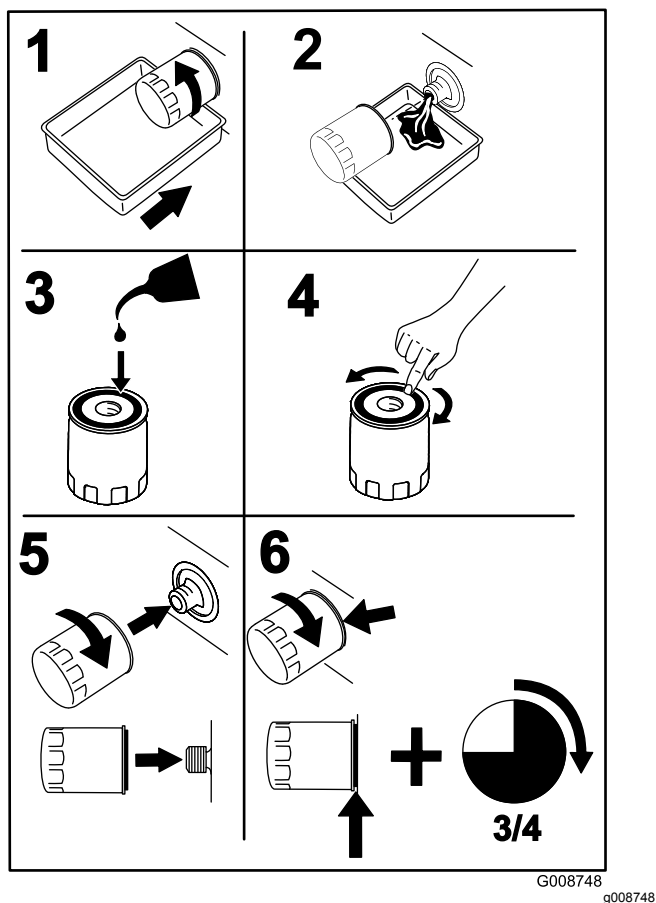

图41
4. 在机油过滤器下放置一个放油盘并逆时针旋转过滤器拆下过滤器 图41。